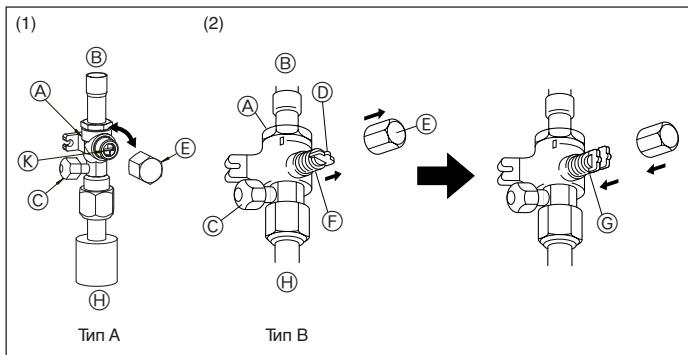
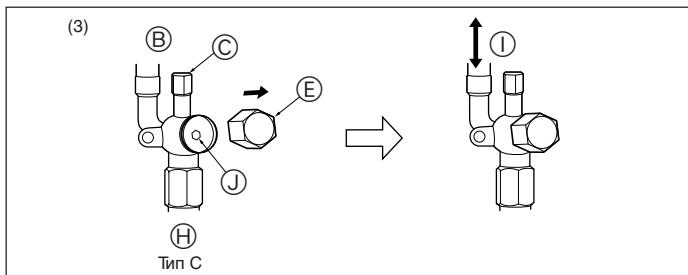

Fig. 5-7
Fig. 5-8
(1) Тип А (Fig. 5-7)
- ① Снимите крышку, затем поверните на четверть оборота против часовой стрелки с помощью отвертки с плоским лезвием для полного открытия.
- ② Убедитесь, что клапаны полностью открыты, затем установите крышку в первоначальное положение и затяните ее.
(2) Тип В (Fig. 5-7)
- ① Снимите колпачок, потяните ручку на себя и поверните на 1/4 оборота против часовой стрелки для открытия.
- ② Убедитесь в том, что запорный кран полностью открыт, надавите на ручку и поверните колпачок в первоначальное положение.
(3) Тип С (Fig. 5-8)
- ① Снимите колпачок и поверните шток золотника против часовой стрелки до упора, используя для этой цели 4 мм шестигранный гаечный ключ. Прекратите поворачивать шток в момент, когда тот достигнет стопора.
- ② Убедитесь в том, что запорный кран полностью открыт, и поверните колпачок в первоначальное положение.